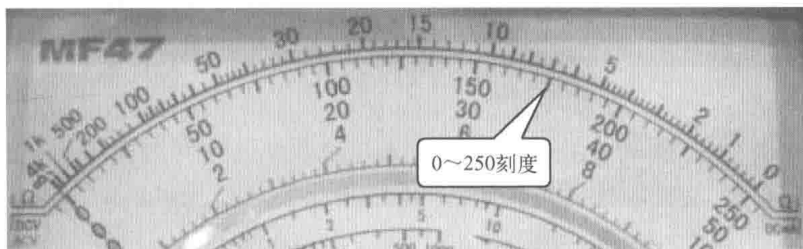

图 1-19 MF-47 型万用表的电压挡刻度线
2) 电压挡的刻度线 指针式万用表电压挡的刻度线在电阻挡刻度线的下方，它的刻度线是线性的，从左到右是 0~250。如图 1-19 所示是 MF-47 型万用表的电压挡刻度线。